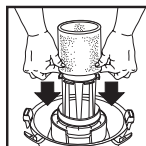

FIGURE 24
41. Avec le couvercle du réservoir dans une position renversée, glissez le manchon en mousse vers le bas, au-dessus du couvercle en tirant jusqu'à ce que le manchon en mousse couvre complètement le couvercle. **FIGURE 24.**